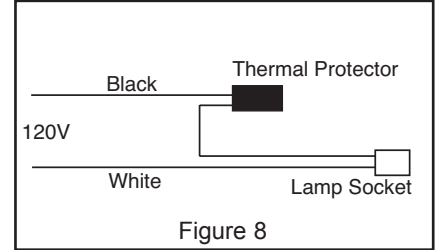

Figure 8
Step 3. Connect supply wires to fixture wires with proper size wire nuts (not supplied), so as to cover all bare current-carrying conductors. Connect black fixture wire to hot, white fixture wire to neutral and green fixture wire to ground (Fig. 8).
Paso 3. Conecte los hilos del suministro eléctrico con los hilos del portalámpara utilizando tuercas para hilos del tamaño adecuado (de otros fabricantes), a fin de cubrir todos los conductores activos expuestos. Conecte el cable blanco con el blanco, el negro con el negro y el verde con el verde (fig. 8).